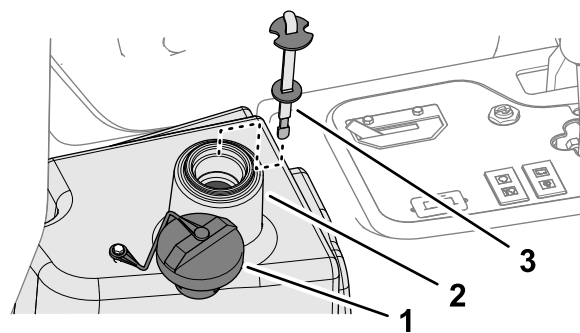

Рисунок 90
- Залейте в гидравлический бак (Рисунок 90) приблизительно 22,7 литра гидравлической жидкости; см. раздел Характеристики гидравлической жидкости (страница 68).